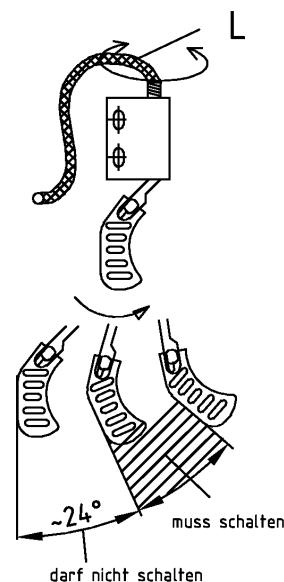

Bild 4. Schaltpunkt mit Test-Set 262 082 einstellen.
- Stellen Sie den Schaltpunkt ein, dazu klemmen Sie das Testgerät an die Einzeladern. Drehen Sie die Leitung **L** und bewegen Sie den Hebel. Am Test-Set erkennen Sie wann der Riegelschaltkontakt schaltet. (Bild 4)